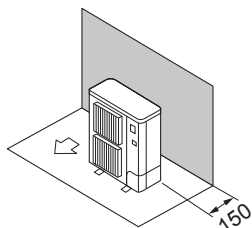

Fig. 2-3
- ① Hindringer kun bak (Fig. 2-3)